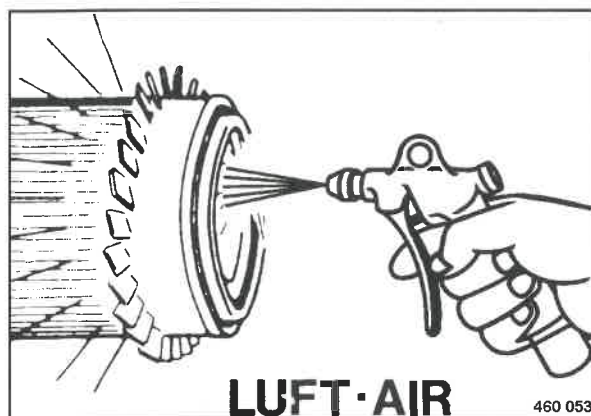

Fig. 98
- Pulire l'elemento filtrante piegheggiato della cartuccia del filtro aria (Fig. 98) con aria compressa pulita e secca (max. 2 bar (30 psi)).